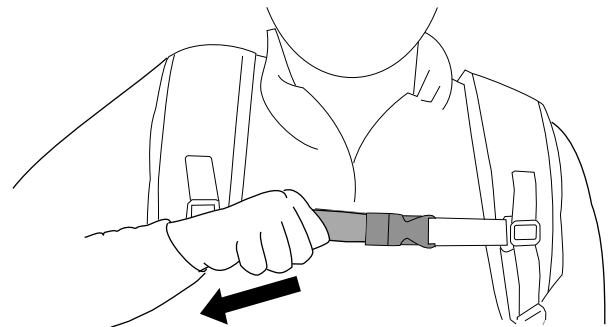

Bild 12
5. Ziehen Sie den Brustgurt so weit fest, dass er gut sitzt (Bild 12).